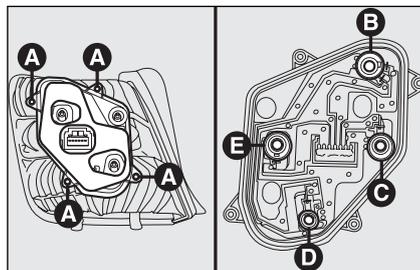

fig. 32
- svitare le 4 viti **A**-fig. 32 ed estrarre il portalampade dalla sua sede;